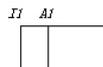
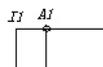
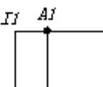

图 11-71 局部导线
图 11-72 绘制圆
图 11-73 填充圆
(5) 如图 11-71 所示的电路图不够完整, 因为没有标出导线之间的连接情况。下面以如图 11-72 所示的连接点 A1 为例, 介绍导线连接实心点的绘制步骤。
(6) 单击“绘图”工具栏中的“圆”按钮, 开启“对象捕捉”模式, 捕捉点 A1 为圆心, 绘制一个半径为 1mm 的圆, 如图 11-72 所示。单击“绘图”工具栏中的“图案填充”按钮, 在圆中填充 SOLID 图案, 填充结果如图 11-73 所示。